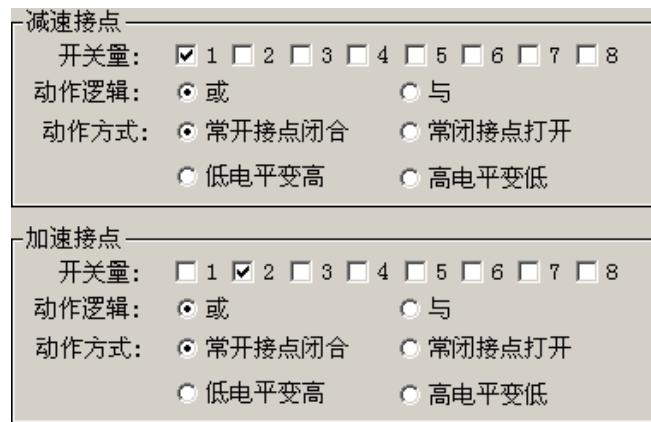

图 3.7-13
- 设置“加速接点”和“减速接点”，如图 3.7-13。
在图 3.7-13 中设置“升压接点”和“降压接点”接入测试仪的端口号、动作逻辑、动作方式。